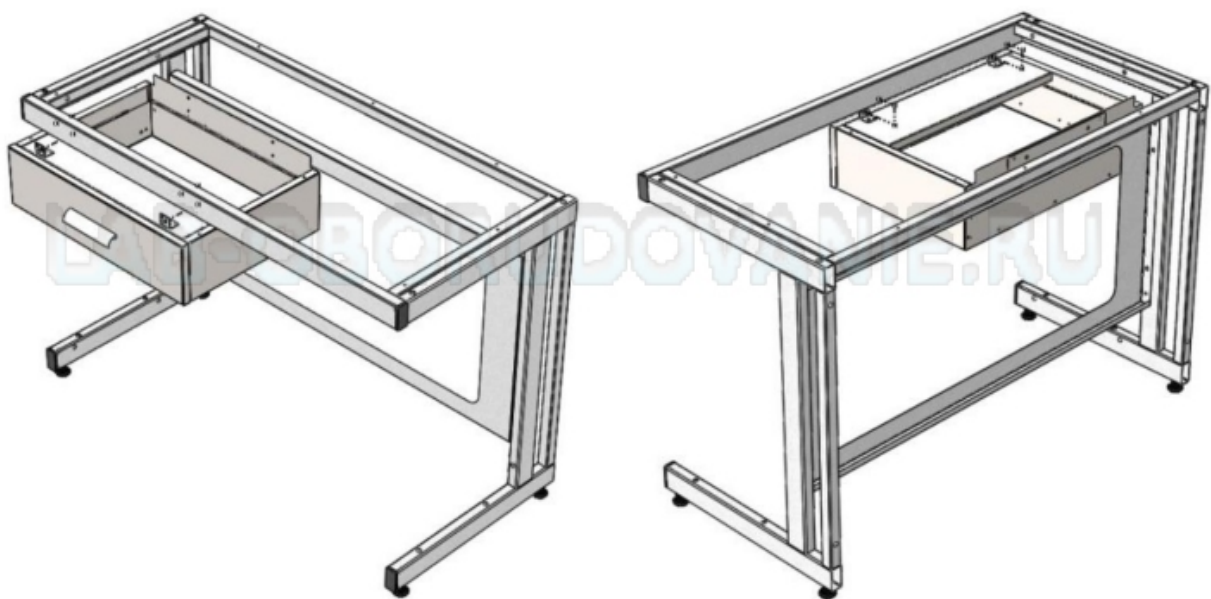

Рис. 2. Установка ящика на каркас
- 6.4. Закрепить уголки 30x30x30 к передней трубе каркаса с помощью саморезов с буром 4,2x16 мм (Рис. 2).